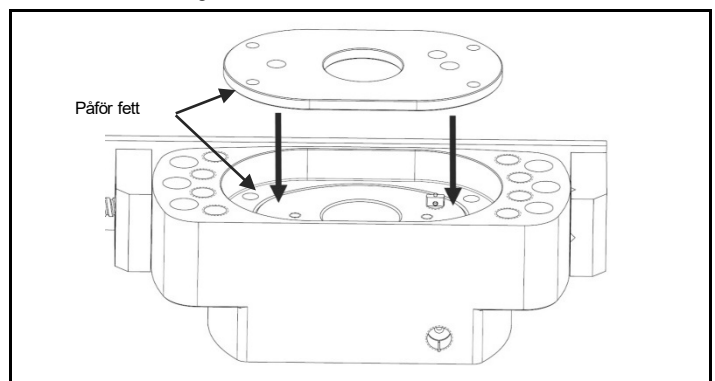
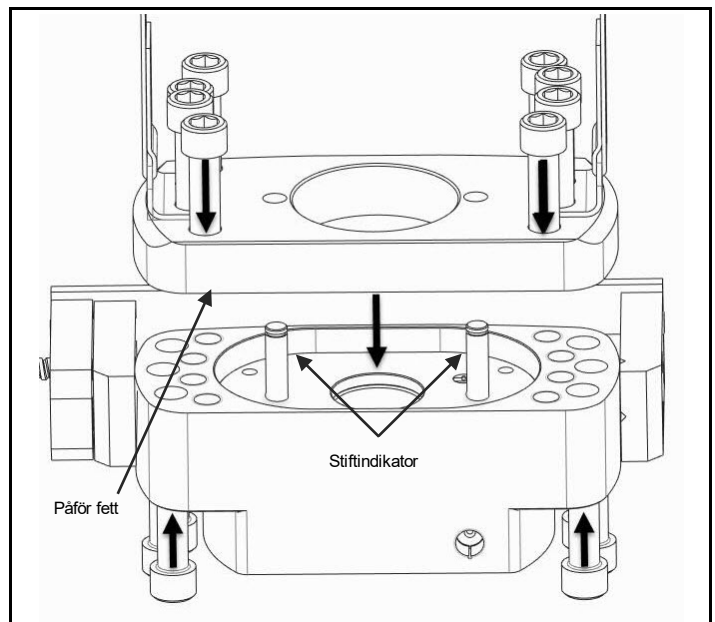

Fig. 4.10 Påför fett, för in avlastningsventilenhet, fäst under fjäderreturplåten.
Fig. 4.11 Påför fett, för in stiftindikatorn, fäst gränsplåten på stommen
b) Se till att inriktningen på avlastningsventilenheten och stiftindikatorn upprätthålls under montering. (Fig. 4.10/ Fig. 4.11)